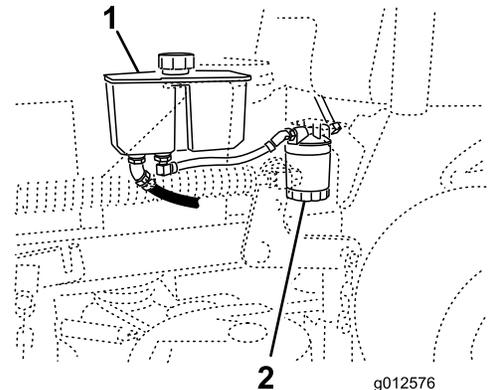

図 74
3. フィルタの取り付け部の下に廃油受けを置く (図 74)。